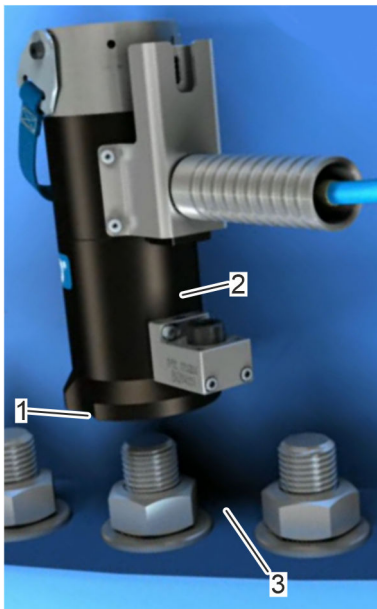

Рис. 36: Опирание
1. ➤ Очистить поверхность прилегания (Рис. 36/3) и винт.
2. ➤ Установить гидравлический ключ. Убедиться, что поверхность прилегания (Рис. 36/3) располагается перпендикулярно оси винта.